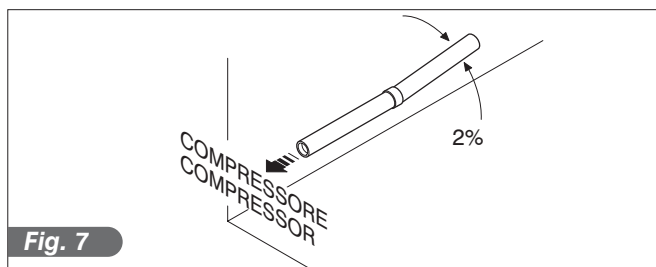

Fig. 7
- 1) Pendenza delle condotte (Fig.7)